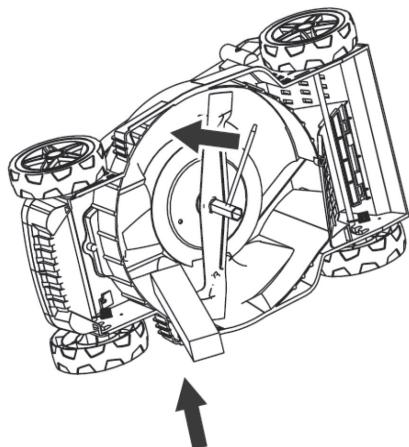

Рис. 16
•Чтобы предотвратить проворачивание, зафиксируйте нож, вставив деревянный брускок между ножом и декой газонокосилки (рис. 16).